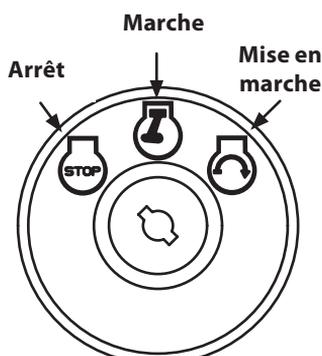

Figure 4
2. Déplacez le levier de changement de vitesses à la position neutre (N).
4. Tournez la clé dans le sens des aiguilles d'une montre, jusqu'à la position « START » (Démarrage). Quand le moteur tourne, lâchez la clé. Elle reviedra à la position « RUN » (Figure 4)
4. Tournez la clé dans le sens des aiguilles d'une montre, jusqu'à la position « RUN » (Marche). Voir Figure 4.